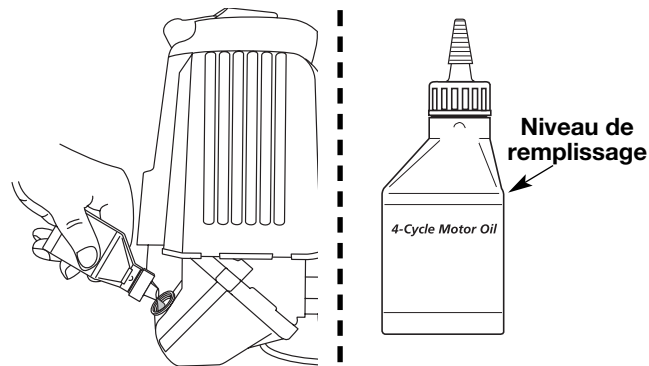

Fig. 55
**REMARQUE :** Mesurez la quantité nécessaire à l'aide de la bouteille et de la buse utilisées lors de la mise en service. 100 ml (3,4 oz) correspond environ au haut de l'étiquette de la bouteille (Fig. 55). Vérifiez le niveau d'huile avec la jauge. S'il est trop bas, ajoutez un peu d'huile par l'orifice et revérifiez. Ne remplissez pas trop (Fig. 55).